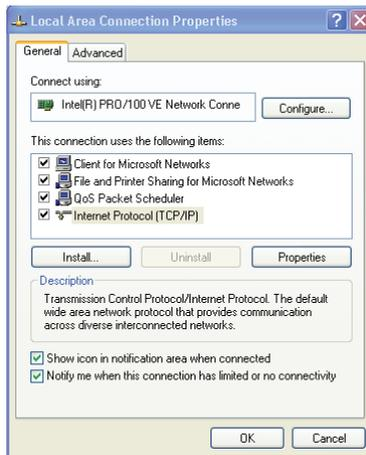

Рис. 5. Окно свойств локального подключения
5. Выберите протокол интернета (**Internet Protocol (TCP/IP)**) (см. рис. 5).